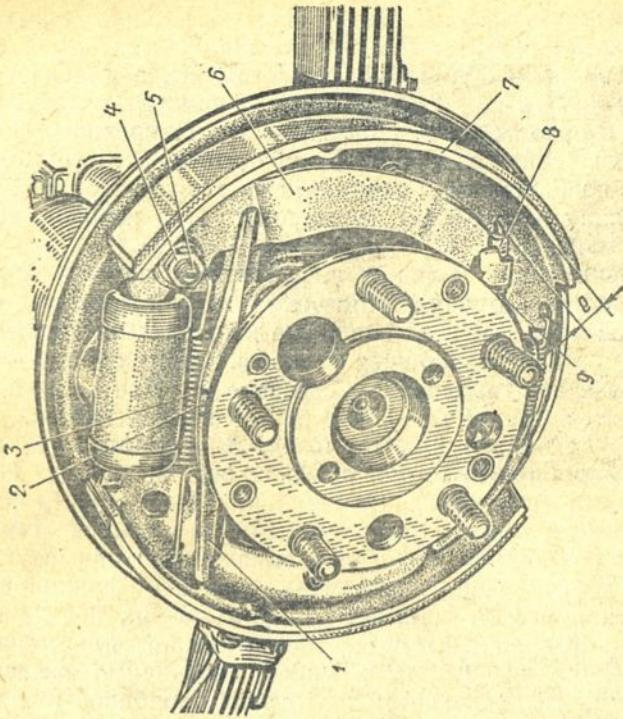

Рис. 61. Тормозной барабанный механизм заднего колеса:
При регулировке следите, чтобы уравнитель 3 натяжения тросов был расположен перпендикулярно продольной оси автомобиля. При отпущенном до отказа рычаге колеса должны вращаться свободно. Может оказаться, что после такой регулировки действие стояночной тормозной системы останется по прежнему неэффективным. Это будет указывать на то, что износ фрикционных накладок колодок тормозов задних колес превысил величину, которую может выбрать ход рычага. В таком случае отрегулируйте положение разжимных рычагов 6 (см. рис. 61) на ребрах колодок тормозов задних колес.
3. Отверните на 2—3 оборота гайку 4 (см. рис. 61) регулировочного эксцентрикового винта 5 разжимного рычага 6. Затем, отжав отверткой пружину 9, вращайте винт 5 по часовой стрелке на левом тормозном механизме и против часовой стрелки на правом, перемещая рычаг 6 к ободу колодки 7. Рычаг передвигайте настолько, чтобы зазор e между болкой 8 троса и ободом колодки 7 составил 4—6 мм.